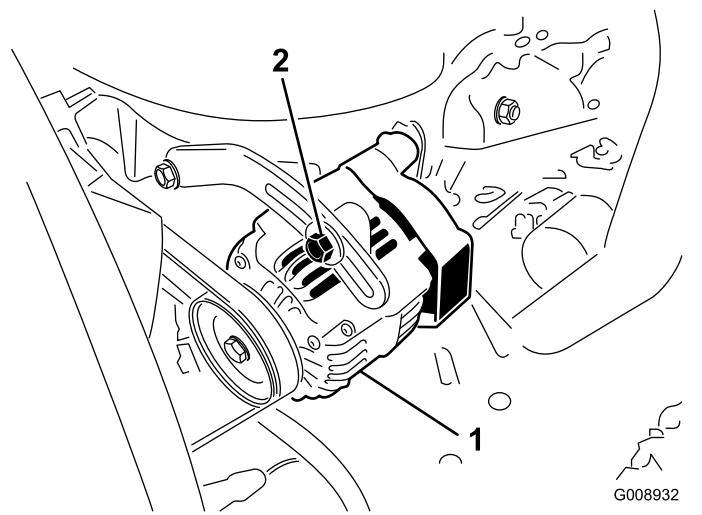

図 54
オアウタネータのベルト図 54 は100運転時間ごとに点検します。
2. たわみが10 mm程度でない場合には、オルタネータ取り付けボルト図 54 をゆるめる。適当な張りに調整してボルトを締める。ベルトのたわみが適切に調整されたことを確認する。